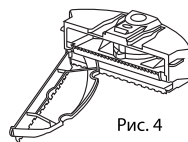

Рис. 4
4. Вытащите вентилятор, фильтр и затем промойте контейнер для сбора пыли в воде. (См. рис. 4)